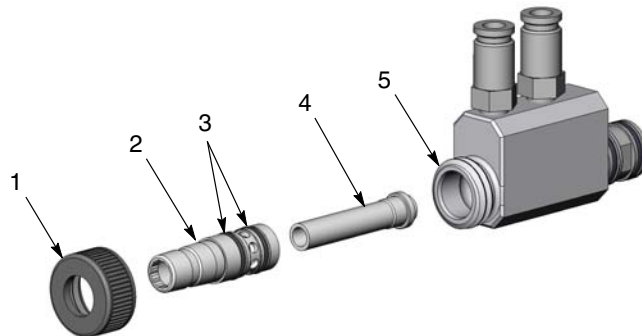

Figura 3 Extracción e instalación de la garganta
1. Ver la figura 3. Desenroscar y extraer la tuerca (1).
2. Con un ligero movimiento de giro, extraer el soporte de garganta y la garganta (2, 4) fuera del cuerpo de la bomba (5). Examinar la sujeción y las dos juntas tóricas de silicona conductora (3) instaladas en la misma en cuanto a desgastes o daños. Sustituir las piezas desgastadas o dañadas.